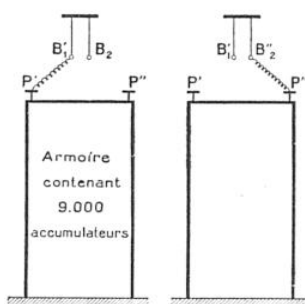
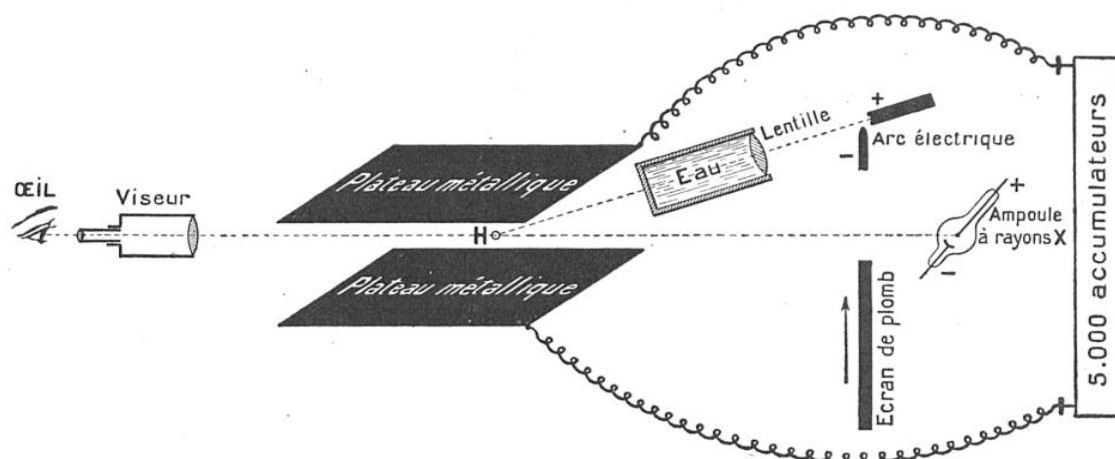

FIG. 4
FIG. 9. — UNE GOUTTE D'HUILE H (D'UN CENTIÈME DE MILLIMÈTRE DE DIAMÈTRE) PEUT CAPTER OU LACHER UN SEUL ÉLECTRON
de 9.000 accus (1) dans une armoire (fig. 4) ; on trouve de telles batteries dans tous les laboratoires de recherches (voir aussi fig. 9) ; l'un des pôles de la batterie est P' , l'autre P'' (2).
1° Les deux parties de la figure 4 montrent qu'on relie un instant la bille B_1 à P' (nous la noterons, une fois électrisée, B'_1) et qu'on relie un instant la
Après l'opération précédente (fig. 4), les deux billes B'_1 et B'_2 s'attirent : la distance des centres tombe à 2 centimètres (avec les données numériques choisies).
Pour mesurer la charge électrique d'un seul « atome d'électricité », d'un seul électron, Millikan n'a fait que perfectionner l'expérience schématisée (fig. 3-8) que nous avons décrite. Il est intéressant et instructif de montrer comment on passe de l'une à l'autre (fig. 9).
2° Lorsqu'une gouttelette n'a qu'un centième de millimètre de diamètre, on ne peut songer, pour l'électriser, à la mettre en contact (comme B_1 , fig. 4) avec le pôle P' d'une batterie d'accus. Mais il est facile d'obtenir le même résultat en bombardant H par un
faisceau de rayons X, provenant d'une ampoule (fig. 9), qu'on découvre en déplaçant l'écran de plomb, par exemple, le long de la verticale.
3° Lorsqu'une gouttelette n'a qu'un centième de millimètre de diamètre, on ne la suspend pas par un fil de soie *dix fois plus gros qu'elle* ! On s'arrangera pour l'équilibrer, pour la faire flotter dans l'air, un peu comme un ballon sphérique. Ce dernier peut rester au repos, car il est possible d'annihiler l'effet de son poids, par la poussée de l'air (force ascensionnelle). Ici (fig. 9), on annihile l'effet du poids de la gouttelette par des attractions et des répulsions électriques, en la disposant entre deux plateaux reliés aux extrémités d'une batterie de 5.000 accumulateurs et distants, par exemple, d'un centimètre l'un de l'autre. Si la goutte H est chargée positivement, on s'arrange pour que le plateau inférieur la repousse (charge +) et le plateau supérieur l'attire (charge —), de façon que les effets électriques s'opposent au poids. Si la goutte H est négative, le plateau inférieur la repoussera s'il est chargé négativement, le plateau supérieur l'attirera s'il est chargé positivement et, là encore, l'attraction de la Terre sera diminuée. De plus, en employant un nombre convenable d'accumulateurs (entre 100 et 5.000), on réalisera juste l'effet qu'il faudra pour que la gouttelette reste immobile : une même gout-
4° La goutte est observée avec un viseur et elle est éclairée latéralement par un arc électrique. Dans ces conditions, elle apparaît comme un point brillant sur fond sombre. Pour éviter toute élévation de température, le rayonnement de l'arc passe à travers une cuve d'eau (fig. 9) de 80 centimètres de long.
1° Le nombre d'accus branchés entre les deux plateaux (fig. 9) ; ce nombre est connu immédiatement ;
Enfin, il est possible de *peser l'électron*... Remarquons incidemment qu'on peut calculer la masse de l'électron en mesurant exactement la distance *OP* (fig. 12 et 13) et en tenant compte des résultats obtenus par Millikan dans la méthode de la goutte équilibrée (fig. 9).